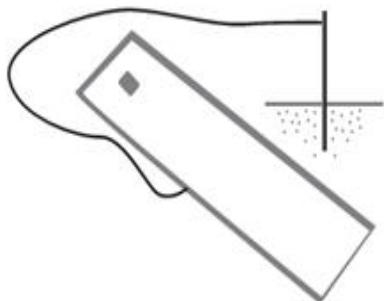
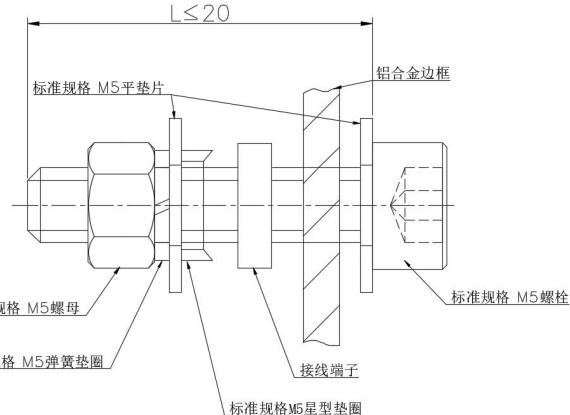

图 9 组件接地图
图 10 接地螺栓安装示意图
4.1.3 组件铝边框和组件支架必须接地，如图 9 所示，每个组件均有接地孔，并在边框上做标记（建议每个组件的串联/并联必须接地一次）。接地螺栓安装方式如图 10 所示。接地线和边框将通过预留接地孔可靠接地，通过安装螺栓 M5×10~15 配平垫圈、弹簧垫圈和螺母。组件和接地线应通过接线头完美连接。可安装负极接地逆变器，防止 PID 现象。